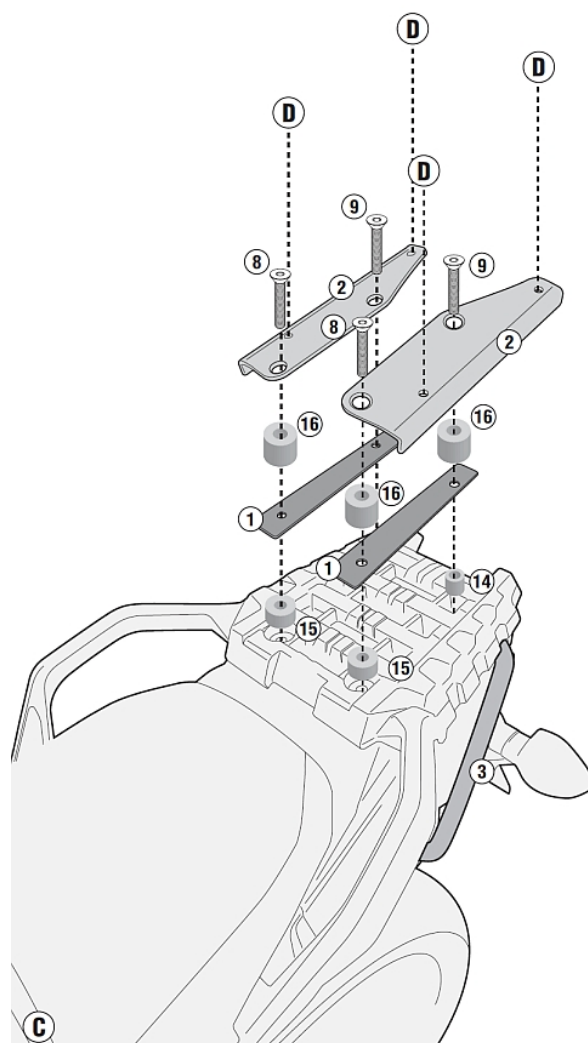

図 3
3. 純正リアキャリア固定ボルト（台座部前側 2 ヶ）を取り外し、内部の純正段付カラー（2 ヶ）の上に⑮スペーサー（2 ヶ）を仮置きします。（図 3 参照）
4. 手順 2 で仮組みした③サポート（左右）の後端を純正リアキャリアの裏側最後端開口穴部にあてがい、上側より⑭スペーサー（2 ヶ）を仮置きします。（図 3 参照）